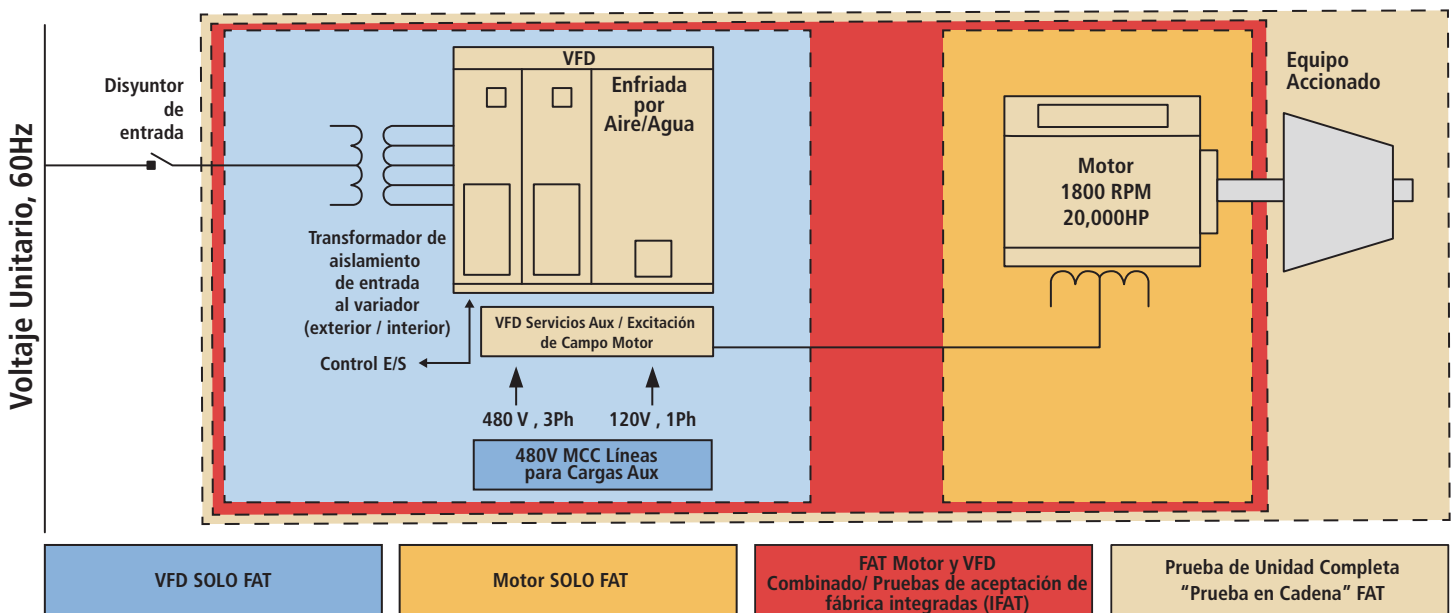

Figura 1: Motor Media Tensión y sistema impulsado por VFD
La Figura 1 muestra un motor tipo de media tensión (MV) y un sistema impulsado por VFD. Para probar este sistema, el usuario final puede hacer una selección de hasta cuatro tipos de pruebas que varían en amplitud y alcance, como se muestra a continuación. Este documento se centrará solo en las pruebas de VFD (resaltado en azul).